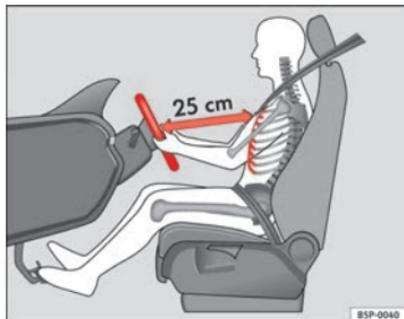

Fig. 1 Distância correcta entre o condutor e o volante
- Ajustar o volante de modo a que a distância entre o volante e o tórax seja de pelo menos 25 cm ⇒ Fig. 1.
- Regule o banco do condutor de modo a assegurar uma distância mínima de 25 cm entre o tórax e o centro do volante ⇒ Fig. 1. Se a distância for inferior a 25 cm, o sistema de airbags pode não o proteger correctamente.